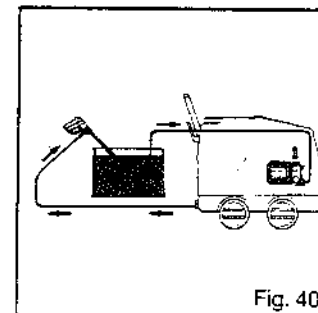

Fig. 40
- 5) Die Verlängerung der Lanze abschrauben und sie in den Behälter eintauchen, somit entsteht ein geschlossener Kreislauf (Abb. 40).